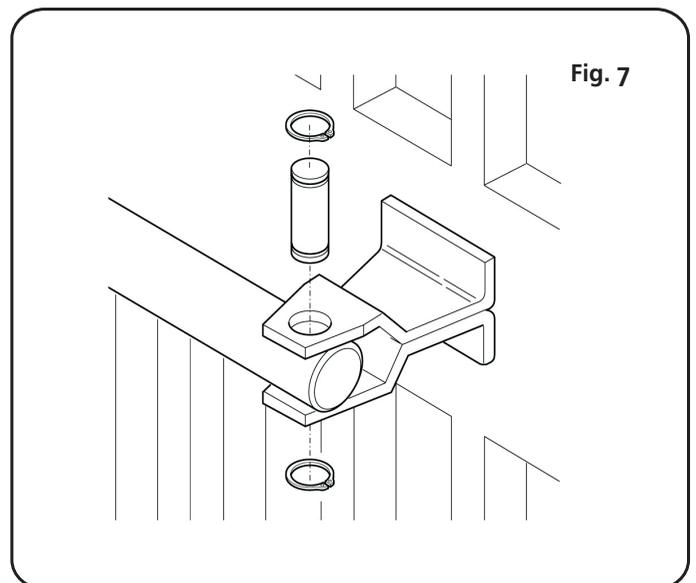

Fig. 7
I) Staccare momentaneamente l'attuatore e saldare definitivamente l'attacco anteriore sull'anta (fig. 7)
L) Applicare il copri stelo sull'attuatore (fig. 7);